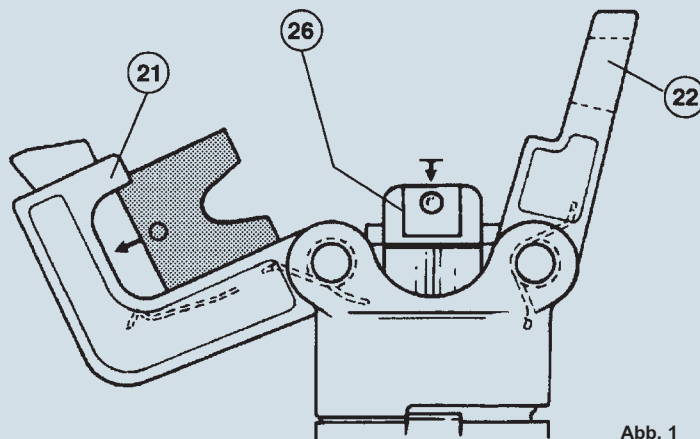

Abb. 1
Setzen Sie die entsprechenden Presseinsätze wie in Abbildung 1 dargestellt, in die vorgesehene obere (21) und untere Halterung (26) ein.